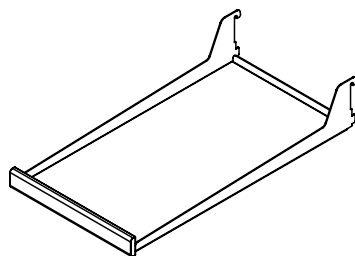

Figure 34
- (1) étagère en porte-à faux, demi-largeur en verre (Voyez la Figure 34).